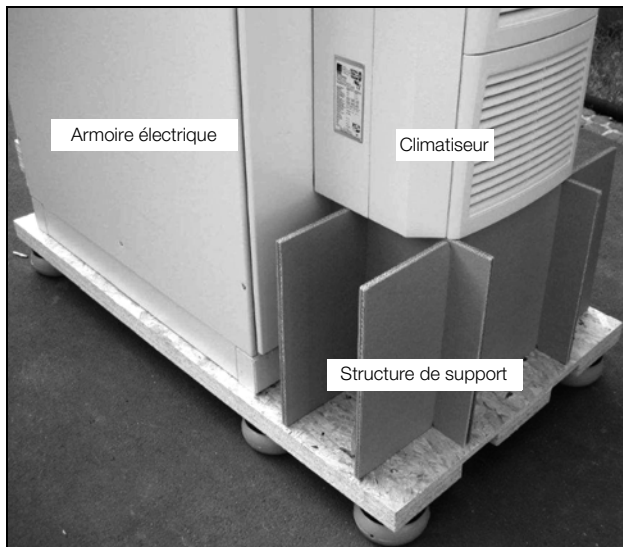

Fig. 1 : Transport d'un ensemble armoire électrique / climatiseur
- Pour transporter des appareils déjà montés (sur l'armoire électrique), des dispositifs de sécurité sont requis lors du transport. Dans cette optique, il convient d'utiliser une structure à base de poutres en bois ou de planches, par exemple, permettant de soutenir le climatiseur et empêchant l'appareil de se tasser en cas de collision (voir fig. 1). Pour réduire au maximum les risques de renversement, il est préférable de choisir une palette suffisamment grande. Si le climatiseur est monté sur une porte, celle-ci doit être maintenue fermée pendant le transport.